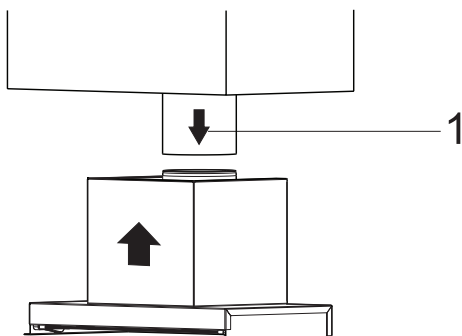

Рис. 11
2. Поместите воздуховод на переходной фланец вытяжки (Рис. 11).
Далее переместите верхнюю поверхность вытяжки так, чтобы она полностью соприкасалась с нижней поверхностью шкафа (рис. 11).